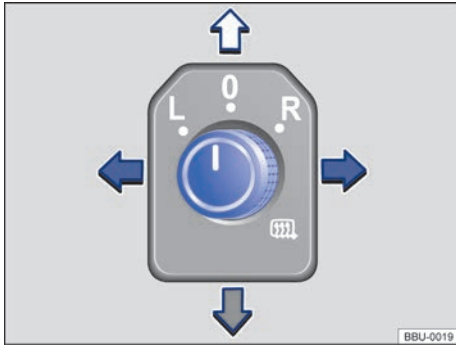

Fig. 89 En la puerta del conductor: mando giratorio de los retrovisores exteriores.
- Gire el mando situado en la puerta del conductor hasta el símbolo deseado → fig. 89.